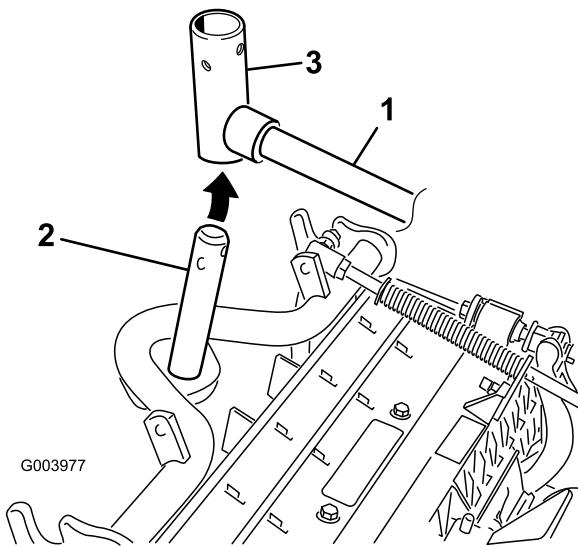

図 8
8. フロントに取り付けるカッティングユニットは、昇降アームの下に入れるとキャリア・フレームのシャフトを立てて昇降アームのピボット・ヨークに挿入する（図 8）。
- B. 昇降アームのヨークをキャリア・フレームのシャフトに通す（図 8）。